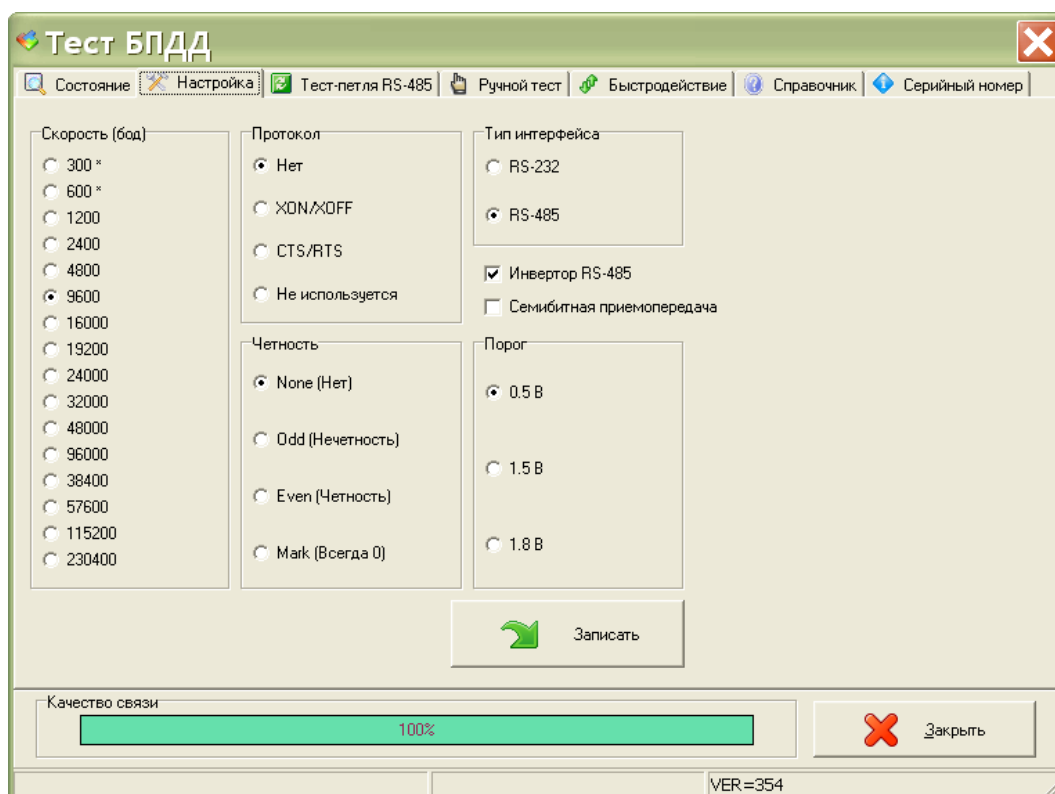

Рисунок 13 - Окно настройки параметров
2) Выбрать в таблице устройств «БПДД». В окне «Поиск» выбрать команду «Тест», затем вкладку «Настройка» и установить следующие параметры конфигурации БПДД-RS (рисунок 13) в соответствии с протоколам интерфейса внешнего устройства, например: